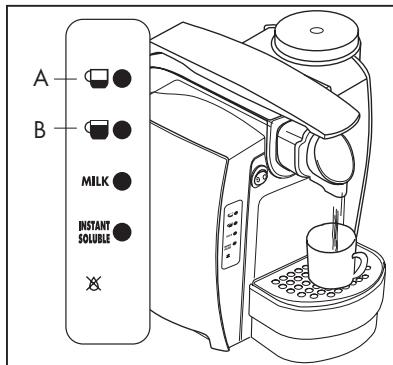

Fig.8
Tazza grande: Premere e tenere premuto il tasto (B). La macchina inizierà ad erogare acqua. Una volta raggiunto il livello d'acqua desiderato rilasciare il tasto (B). La macchina smetterà quindi di erogare acqua e rimarrà memorizzata la quantità per le ulteriori erogazioni. (**Fig.8**)
Tazza piccola: Premere e tenere premuto il tasto (A). La macchina inizierà ad erogare acqua. Una volta raggiunto il livello d'acqua desiderato rilasciare il tasto (A). La macchina smetterà quindi di erogare acqua e rimarrà memorizzata la quantità per le ulteriori erogazioni. (**Fig.8**)